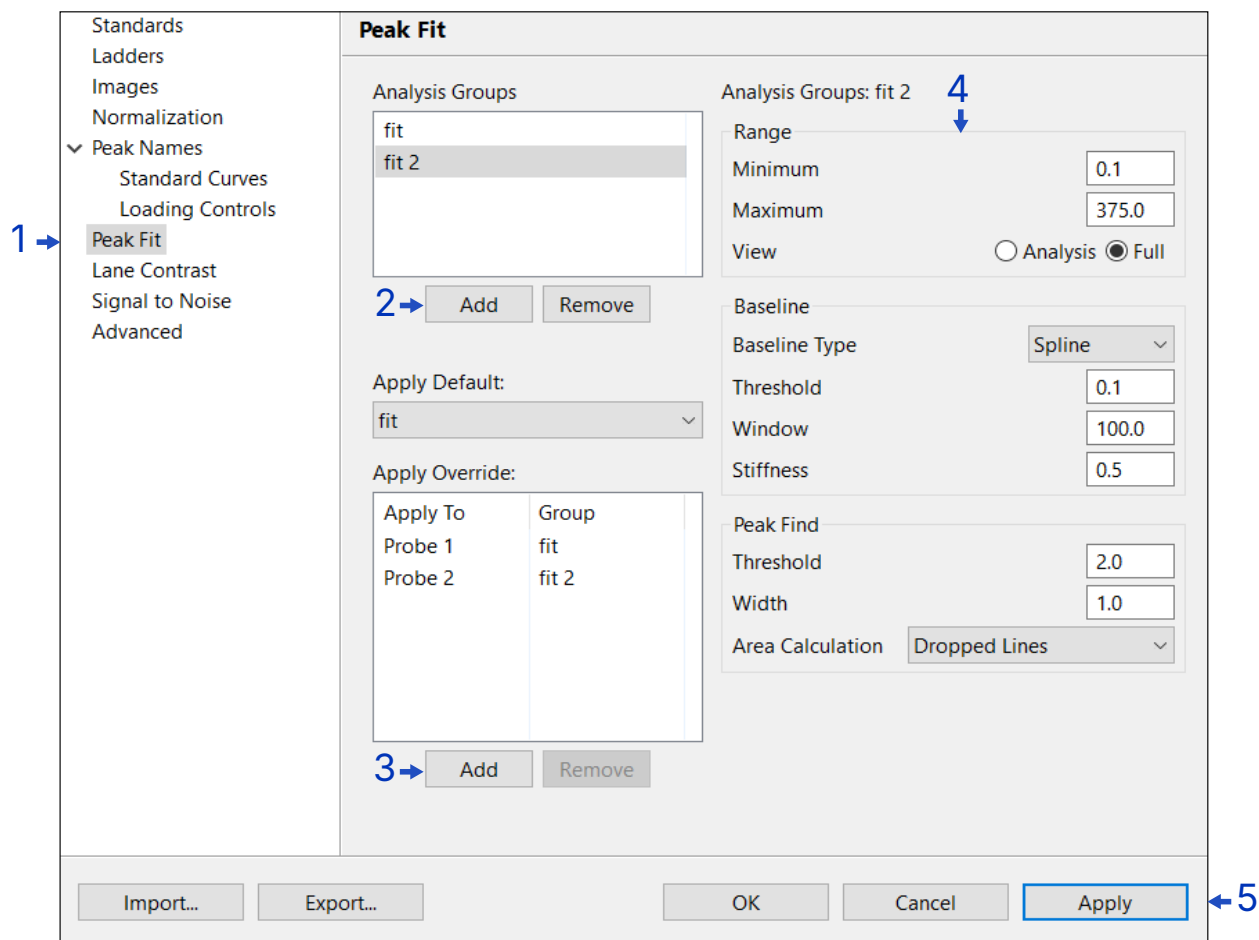

図 5. RePlexと NIR検出を使用したTPNのPeak Fit設定。
1. Editメニューから**Analysis**を選択し、次に**Peak Fit**オプションを選択します（図5）。
2. Analysis Groupsセクションで**Add**をクリックし、**fit 2**というグループを追加します（図5）。
3. Apply Overrideの下で**Add**をクリックし、2つ目のグループを追加します（図5）。それぞれのグループにProbe 1/ 2を割り当てます：
4. fit 2グループの**Range**、**Baseline**、および**Peak Find**の解析パラメータを変更します（図5）。
5. Range下の**Full View**を選択し、**Apply**をクリックします（図5）。Full Viewを適用することで、ピーク図の左端（平らな端）を正確に特定し、適切なベースラインフィッティングを行うことができます。